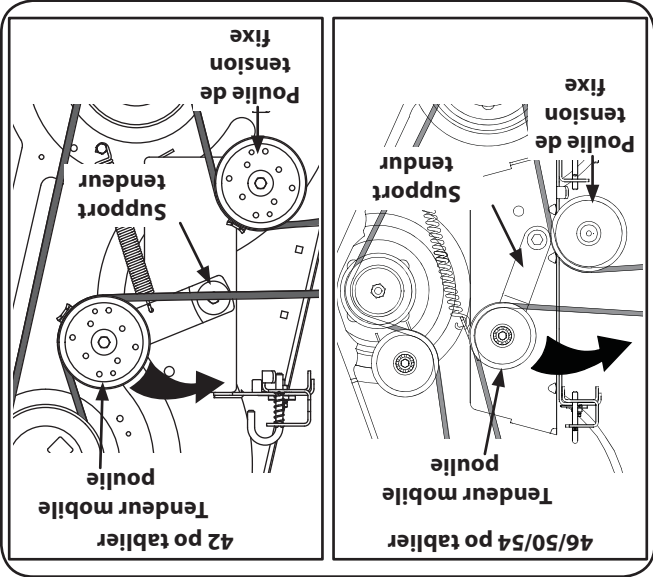

Figure 7-4
2. Du milieu du tracteur, faites pivoter le support de la poulie de tension et la poulie de tension mobile vers l'arrière pour l'éloigner suffisamment de l'arrière de la courroie et ainsi dégager la courroie de la poulie de tension. Voir la Figure 7-4.